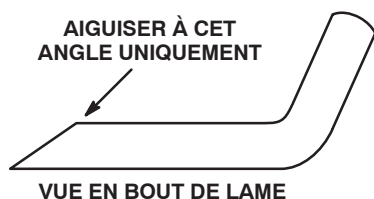

Figure 86
3. Examinez les tranchants de toutes les lames et aiguissez-les s'ils sont émoussés ou ébréchés. N'aiguissez que le haut du tranchant et conservez l'angle de coupe d'origine pour obtenir une coupe nette (Fig. 86). Limez la même quantité de métal sur chacun des deux tranchants pour ne pas déséquilibrer la lame.